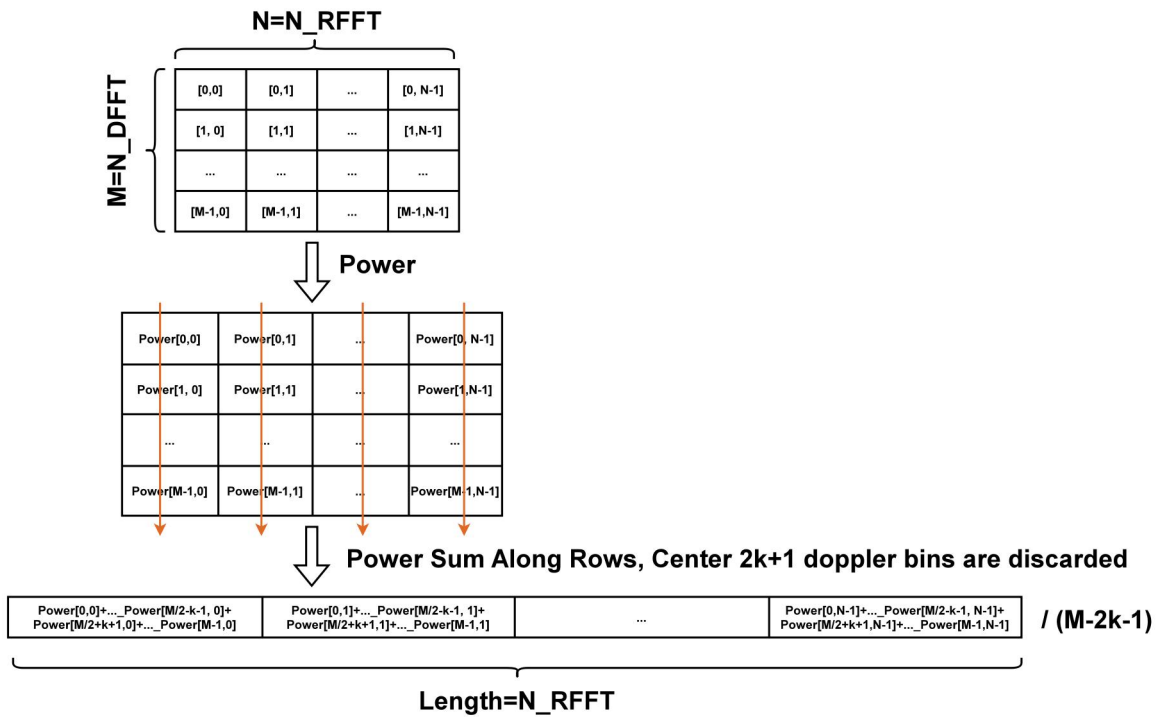

图 2-30 静态移除计算方法
- (1) 静态移除：仅在帧结构配置为 2DFFT 时有效，对 DataCube 的每个距离-多普勒 bin 求功率，去掉 $[N_DFFT/2-k, N_DFFT/2+k]$ 的多普勒 bin， k 为可配置的参数（配置完成后，按回车键生效）。然后沿多普勒方向求取平均，以减小静止或低速目标干扰，突出移动目标，对每个通道都如此计算，计算流程如图 2-30 所示；